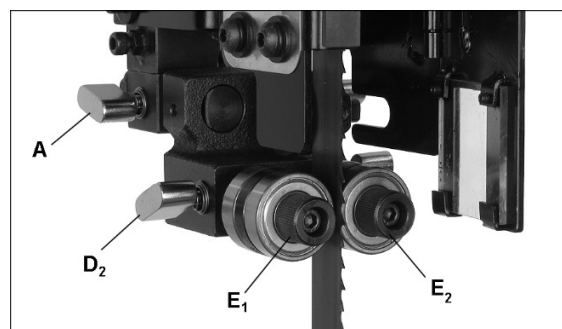
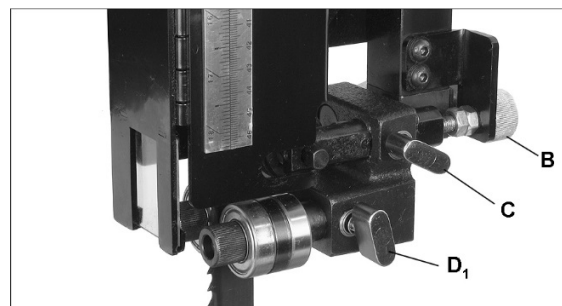
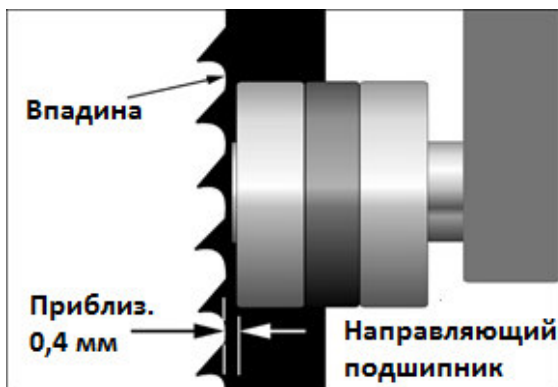

Рис. 27: регулировка верхних направляющих пильного полотна
Рис. 28: регулировка верхних направляющих пильного полотна
Рис. 29: положение направляющего подшипника
- Ослабьте стопорный винт (Рис. 27, A). Убедитесь, что ручка (Рис. 28, C) затянута.
- Перемещайте кронштейн направляющих путем вращения рифленной ручки (Рис. 28, B) до тех пор, пока расстояние между передней плоскостью направляющего подшипника и впадиной (изогнутой площадкой в основании зуба пилы) не составит около 0,4 мм. См. Рис. 29.
6. Затяните стопорный винт (Рис. 27, А), чтобы зафиксировать положение.
7. Ослабьте стопорный винт (Рис. 27, D₂; Рис. 28, D₁) направляющих подшипников.
8. Направляющий подшипник вращается на эксцентриковом валу. Отрегулируйте подшипник путем вращения рифленной ручки (Рис. 27, E₁, E₂); расстояние между пильным полотном и подшипником должно составлять около 0,1 мм. Быстрый способ выставить данное расстояние – это вставить между полотном и подшипником новую банкноту (толщина банкноты составляет примерно 0,1 мм). Произведите регулировку подшипника так, чтобы он слегка удерживал банкноту.
9. Затяните стопорный винт (Рис.27, D₂; Рис. 28, D₁) и извлеките банкноту.
См. Рис. 28 и 30.
3. Ослабьте ручку (Рис. 28, C) и вращайте рифленную ручку (Рис. 28, B), чтобы переместить упорный подшипник к задней стороне пильного полотна.
5. Затяните ручку (Рис. 28, C).